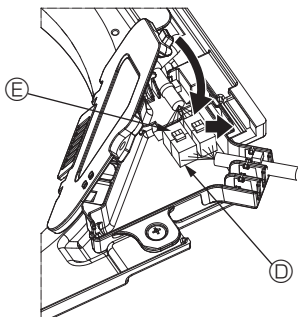

Fig. 5-10
- 3 Sätt på anslutningsdosans lock när alla kablar är installerade. Se till att ingen kabel kommer i kläm. (Fig. 5-10)